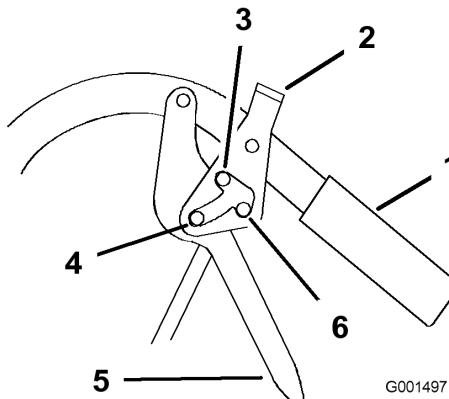

Figura 6
1. Apriete las palancas de avance (Figura 6).
2. Coloque los dedos pulgar sobre la parte superior de los cierres y desplácelos hacia adelante a la posición de **aparcar** (Figura 6).
2. Coloque los dedos pulgar sobre la parte superior de los cierres y desplácelos hacia atrás a la posición de **avance** (Figura 6).
2. Coloque los dedos pulgar sobre la parte superior de los cierres y desplácelos hacia atrás a la posición de **bloqueo de punto muerto** (Figura 6).
2. Coloque los dedos pulgar sobre la parte superior de los cierres y desplácelos hacia adelante a la posición de **avance** (Figura 6).